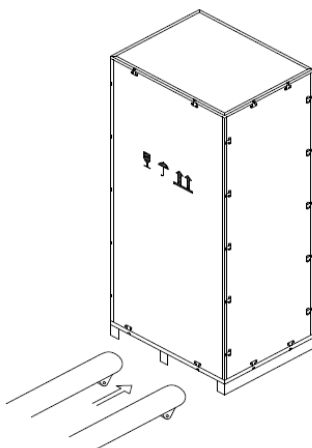

Figura 2-2 Transporte para o local designado
- 2) Transporte o equipamento para o local designado por empilhadeira, como mostra a Figura 2-2.